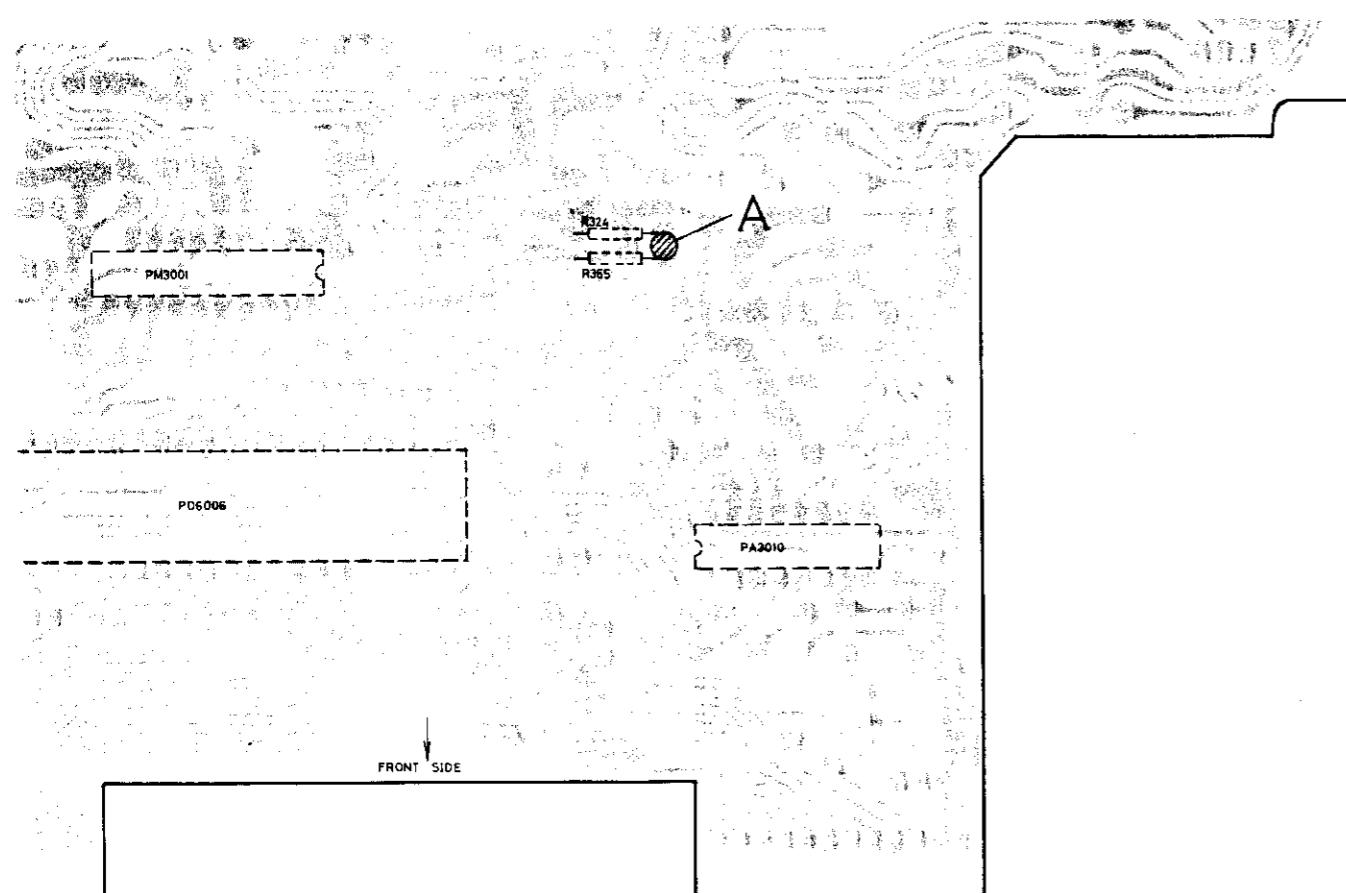

Fig. 12-24 Point de soudage (Montage de contrôle, côté feuille).
- En cas de dépassement de 0,6Vp-p, faire un pont de la section A comme il est montré Fig. 12-24.